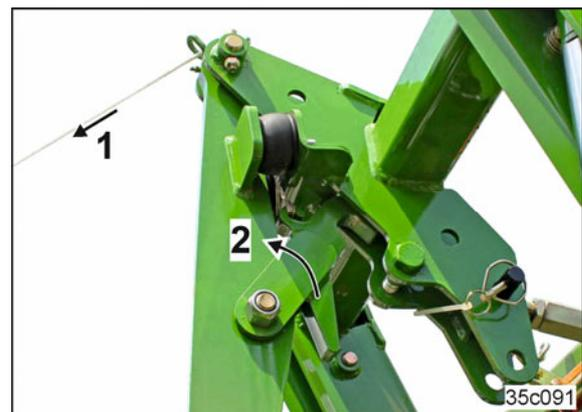

Fig. 131
2. Am Seil (Fig. 131/1) ziehen.
→ Der Verriegelungshaken (Fig. 131/2) öffnet.
4. Das Seil (Fig. 131/1) loslassen.
Soll der Hubrahmen, z.B. beim Wenden am Feldende nicht verriegeln (siehe Fig. 132), das Seil (Fig. 131/1) nicht betätigen.